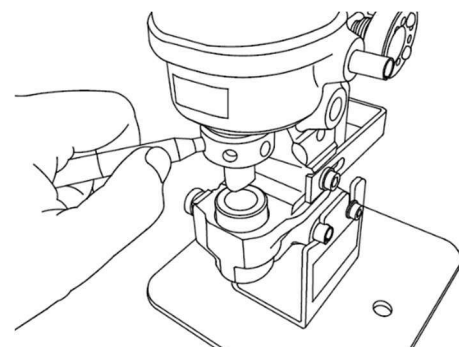

図 H-2
- 4) 作業前、および連続での作業の途中にパンチキャップがゆるんでいないか付属の棒レンチで確認します。ゆるんでいた場合は確実に締め直します。(図H-2 参照)
パンチキャップを付属の棒レンチ (φ6) で向かって右より左方向(左回り)へゆるめます。(図 H-2)
パンチキャップがゆるまない様に付属の棒レンチ (φ6) で確実に締めこみます。(図 H-2)